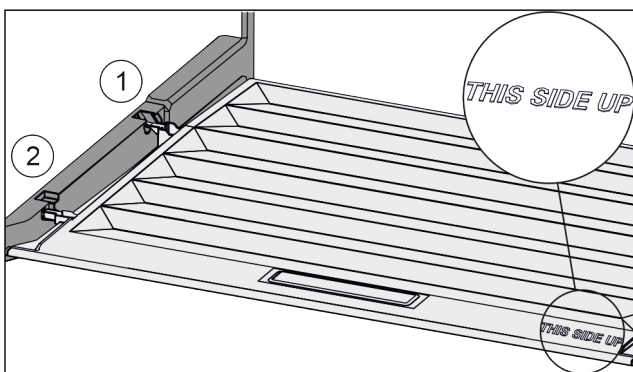

Fig. 85
- ▶ Вставить поперечные ребра крышки через отверстие заднего держателя Fig. 85 (1) и защелкнуть спереди в держателе Fig. 85 (2).